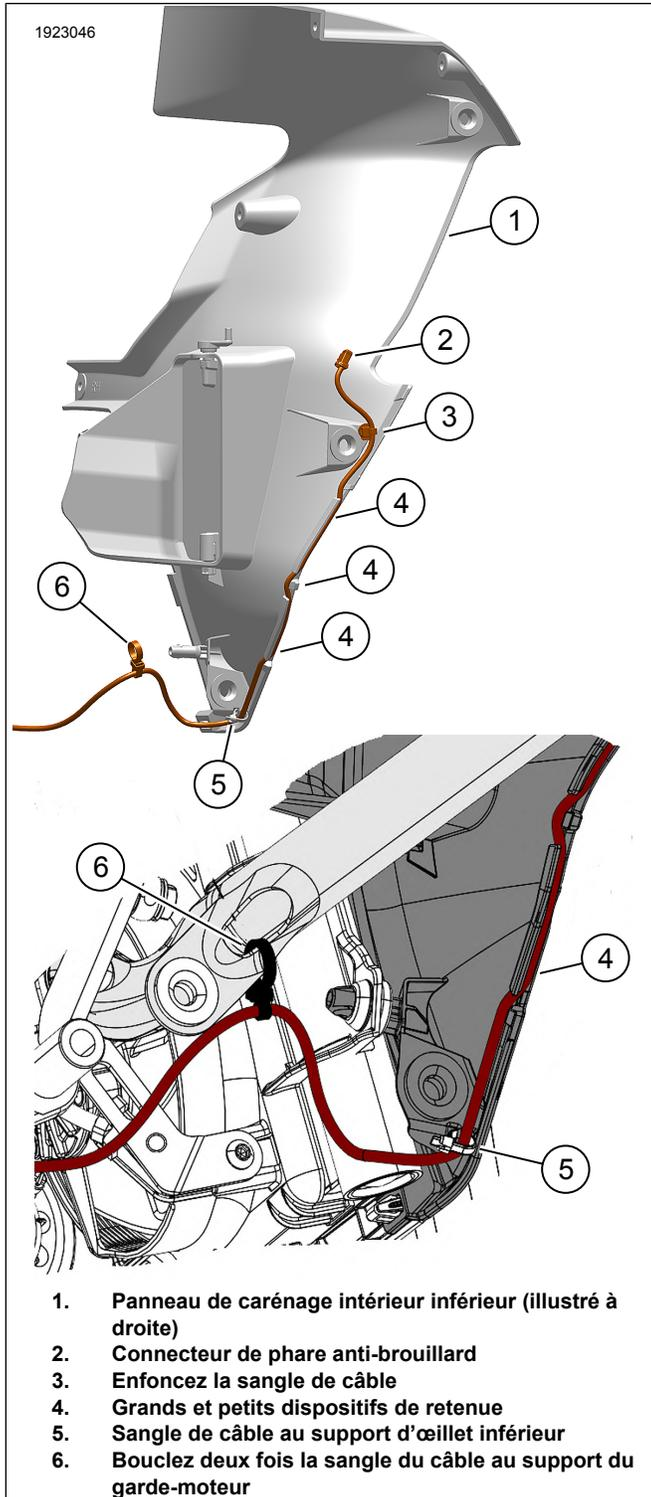

Figure 6. Phare anti-brouillard gauche
4. Voir la Figure 6. Installez le faisceau de câbles de phare anti-brouillard.
- b. Installez le connecteur du faisceau de câbles gauche (2) dans le phare anti-brouillard gauche.
- c. Installez le faisceau de câbles, poussez la sangle de câble (3) dans le trou dans le carénage inférieur comme indiqué.
- d. Acheminez le faisceau de câbles en avant des grands dispositifs de retenue et derrière de petits dispositifs de retenue (4) comme indiqué.
- e. Sécurisez le faisceau de câbles au niveau du trou dans le support d'œillet inférieur (5) avec la sangle de câble.
- f. Sécurisez le faisceau de câbles au niveau du trou dans la languette du garde-moteur (6) avec une sangle de câble à double boucle fixée au faisceau de câbles comme indiqué.